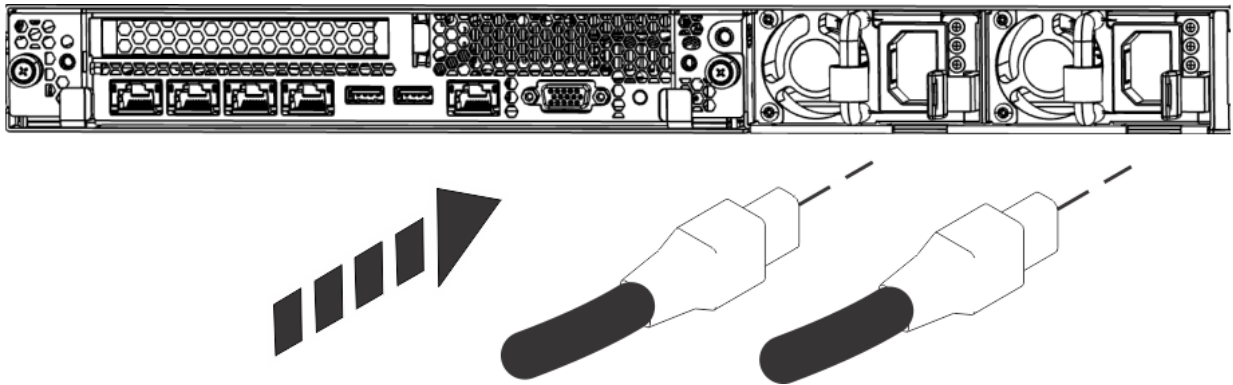

Figura 2. Ligue os cabos de alimentação às fontes de alimentação
- Se estiver a utilizar uma ligação partilhada para IPMI e HMC, um único cabo na porta 0 na Figura 2 pode satisfazer ambos os requisitos para IPMI e HMC.